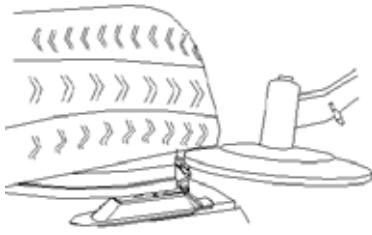

Figure 15
1. Tournez le support du rouleau et déplacez-le sous le pneu, mais sans le toucher avec la jante (figure 15 page suivante).